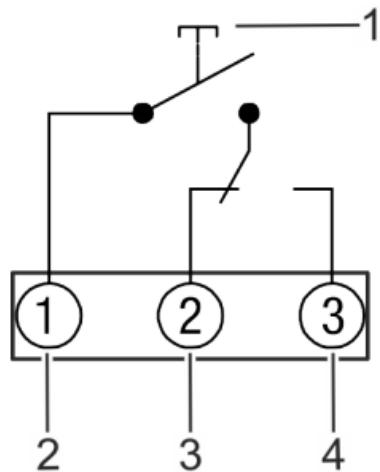

Fig. 3: Esquema de conexión
5. Por medio del esquema de conexión (Fig. 3), introduzca los cables de conexión en los bornes correspondientes y fíjelos.
6. Por medio del esquema de conexión (Fig. 3), introduzca los cables de conexión en los bornes correspondientes y fíjelos.